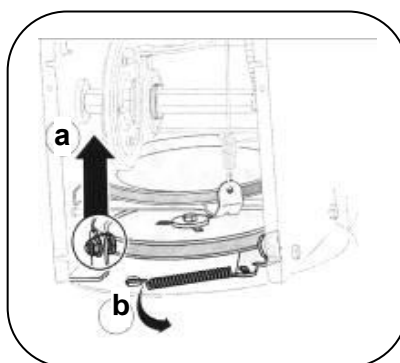

Рисунок 21
- б. Отцепите пружину опорного кронштейна с рамы (рис. 21).